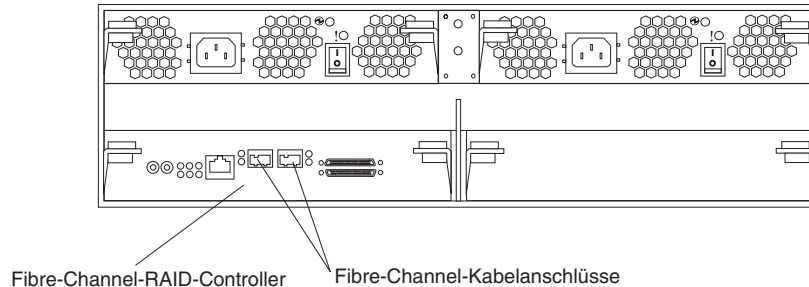

Abbildung 36. Anschlüsse für Kabel des Hostsystems
2. Schließen Sie die Kabel des Hostsystems an den RAID-Controller oder an Switches an. In Abb. 36 ist dargestellt, an welcher Stelle die Kabel des Hostsystems an die RAID-Controller angeschlossen werden.